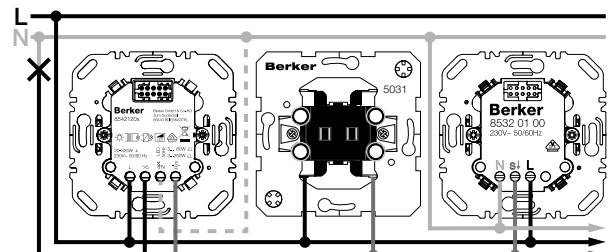

Figura 4: Pulsador regulador confort de 1 elemento con estaciones supletorias opcionales
- Opcional con pulsadores reguladores de 1 elemento confort y de 2 elementos: Conectar las estaciones supletorias adecuadas (figura 4 y 6).